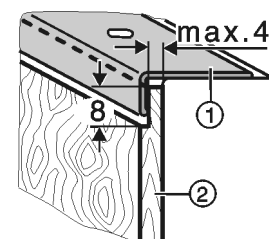

Fig. 40
- I pannelli decorativi più spessi Fig. 40 (2) sono graduati, conformemente all'illustrazione, al massimo di 4 mm di spessore.